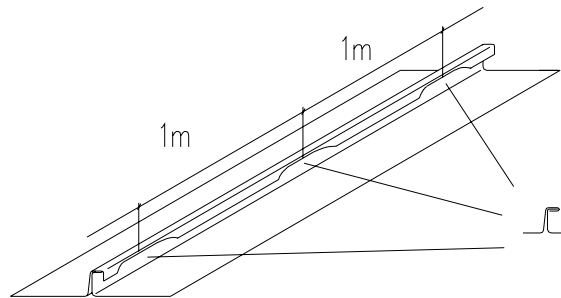

Abb. 5: Vorarbeit mit dem Handwinkelfalزشchießer
- Bevor der Falz maschinell geschlossen wird, zunächst den Falz im Abstand von jeweils ca. 1 Meter mit dem Winkelfalزشchießer von Hand zudrücken (Abb. 5)